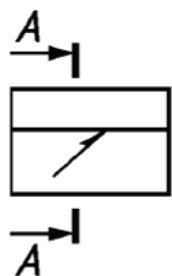

Рис.1
- видимий (лицевий бік) – суцільною основною лінією (рис.1)
**2. Від зображення шва або поодинокої точки проводять лінію-виноску, яка закінчується односторонньою стрілкою (рис.1,2,4)**